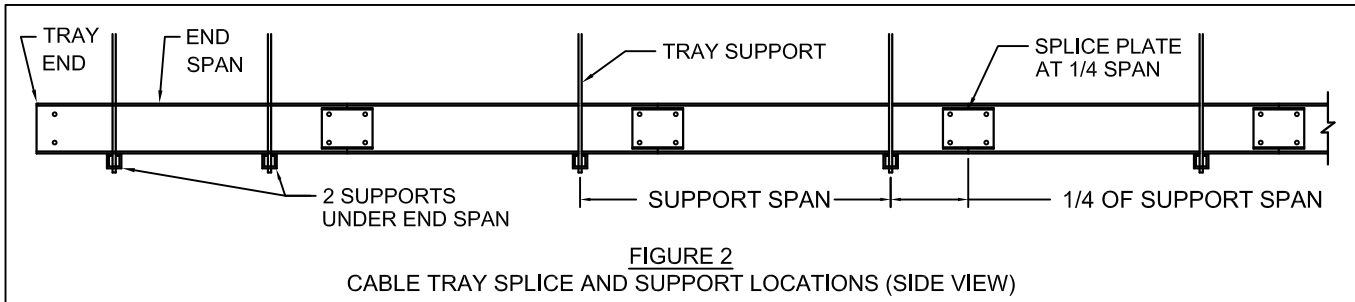

FIGURE 2
5. IDEAL LOCATION OF SPLICE COUPLING IS AT THE QUARTER POINT OF THE SUPPORT SPAN AS SHOWN IN FIGURE 2. AVOID PLACING SPLICES AT THE MIDDLE OF THE SPAN OR DIRECTLY OVER THE SUPPORTS.